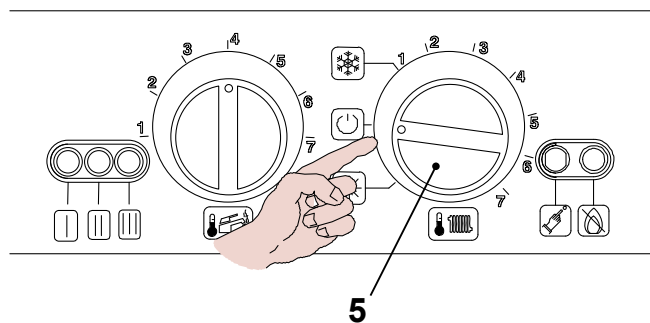

рис. 7.12
- Чтобы выйти из меню программирования, поверните переключатель 5, как показано на рис. 7.12.